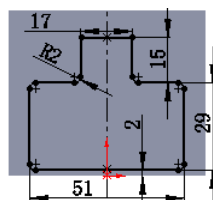

图 16.6.5 横断面草图
② 定义横断面草图。在草图环境中绘制图 16.6.5 所示的横断面草图。
③ 选择下拉菜单 **插入(I)** → **退出草图** 命令，退出草图环境，此时系统弹出“凸台—拉伸”对话框。
(3) 定义拉伸深度属性。
① 定义深度方向。采用系统默认的深度方向。
② 定义深度类型和深度值。在“凸台—拉伸”对话框 **方向1** 区域的下拉列表中选择 **给定深度** 选项，在 **深度** 中输入深度值 2.0，选中 **合并结果(M)** 复选框。
(4) 单击 **✓** 按钮，完成凸台—拉伸 2 的创建。